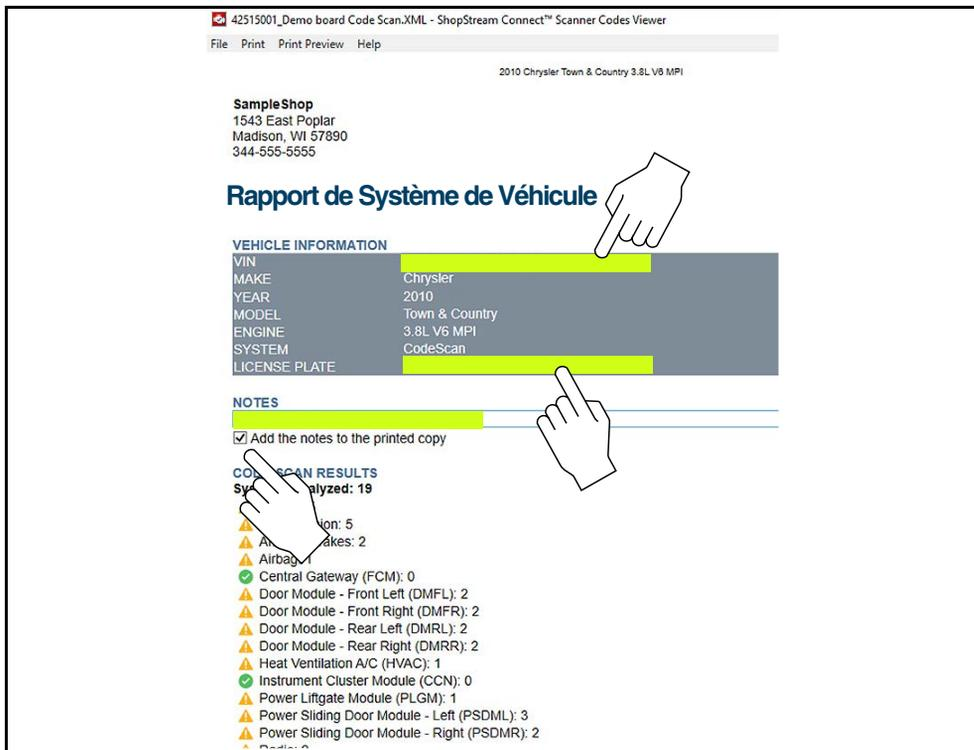

Figure 15-12
1. À partir de ShopStream Connect, ouvrez le fichier .XML à modifier (Figure 15-12).
2. Cliquez sur les champs modifiables comme indiqué à la (Figure 15-12) pour modifier les valeurs ou ajouter des notes.
3. Cochez la case « **Ajouter des notes à la copie imprimée** » pour afficher les notes sur le document (Figure 15-12).